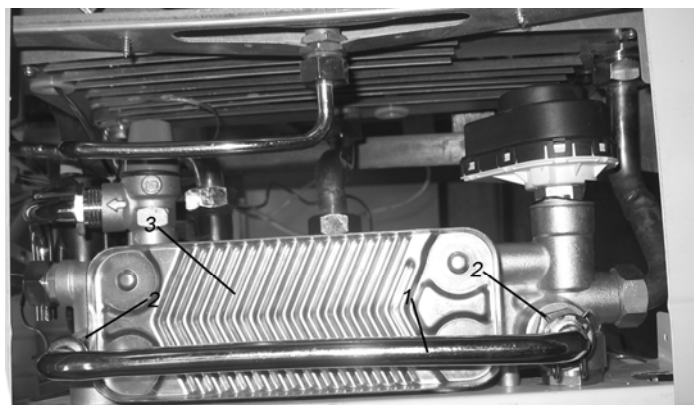

Рис. 10
- ✓ снять клипсы 2 (см. рис. 10) крепления трубки байпаса;